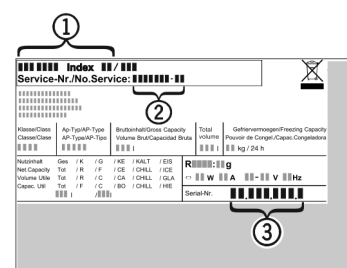

Fig. 15
- ▶ Lugege tüübisildilt seadme nimetus Fig. 15 (1), teenindusnr Fig. 15 (2) ja seerianr Fig. 15 (3). Tüübisildil asub seadme vasakul sisesel.
- ▶ Teavitage klienditeenindust ja edastage viga, seadme nimetus Fig. 15 (1), teenindusnr Fig. 15 (2) ja seerianr Fig. 15 (3).